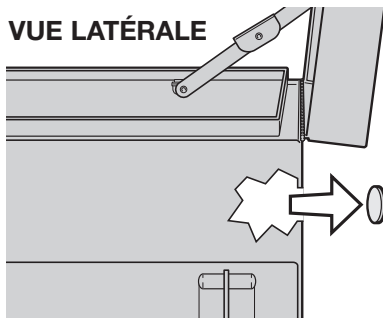

Figure 1
2. À l'aide d'un tournevis et d'un marteau, retirez avec soin l'« entrée enfonçable » de l'intérieur de la boîte pour que l'anneau de métal tombe à l'extérieur de la boîte (figure 1).